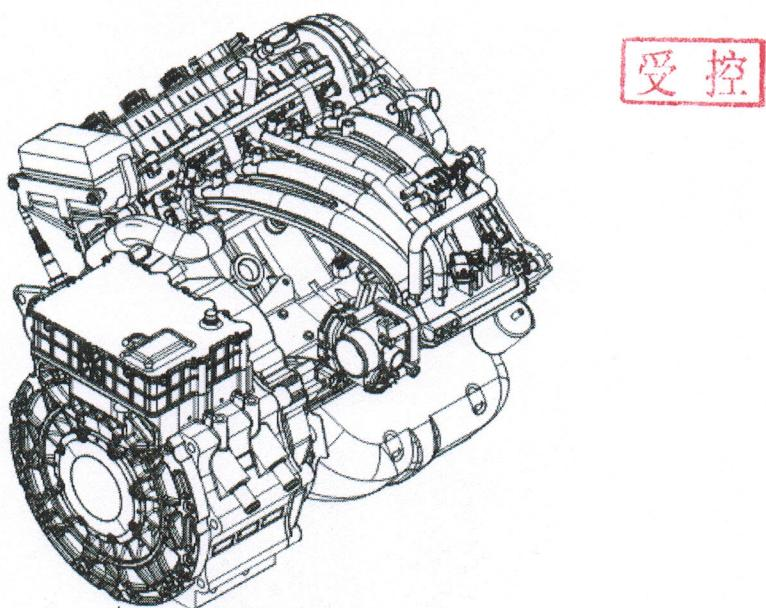
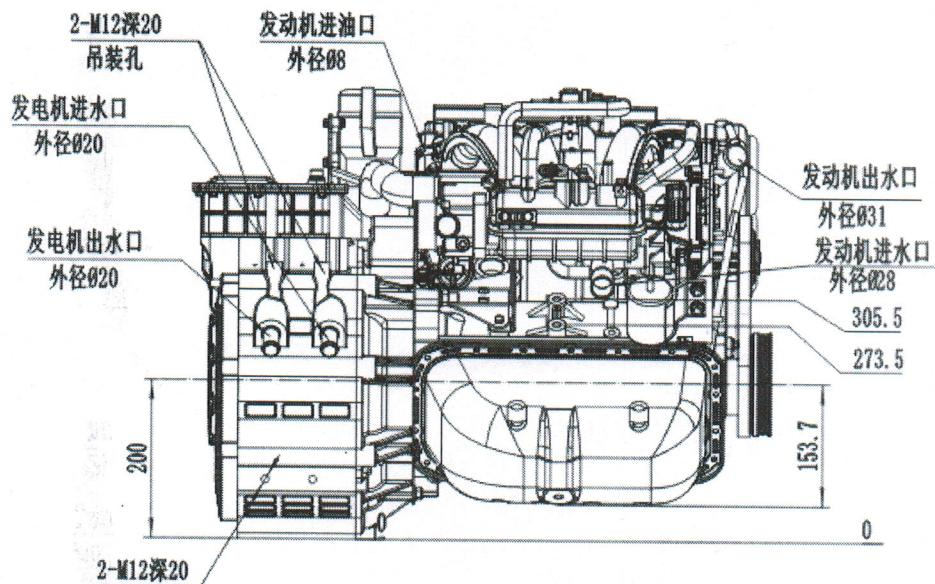
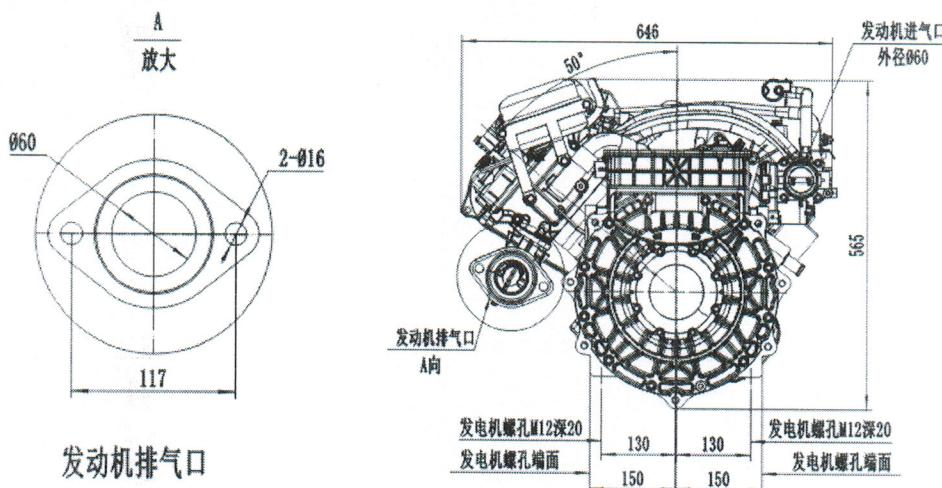

图 1: 增程器外形图
图 2：增程器机组安装尺寸
图 4：增程器机组安装尺寸
- 3) 30KW-XY1.4L 甲醇增程器机组外形见图 1, 安装尺寸详见图 2-图 4。